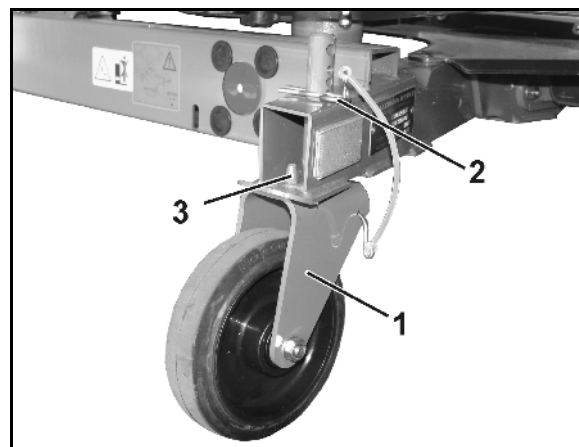

Fig. 27
6. Montez les roulettes fixes à l'arrière (Fig. 27/1)
- o et bloquez-les dans les alésages inférieurs avec une goupille (Fig. 27/2) ou
Veillez lors du montage des roulettes fixes à ce que l'axe (Fig. 27/3) soit enchâssé dans l'alésage du bâti et maintienne ainsi les roulettes dans le sens de la longueur.